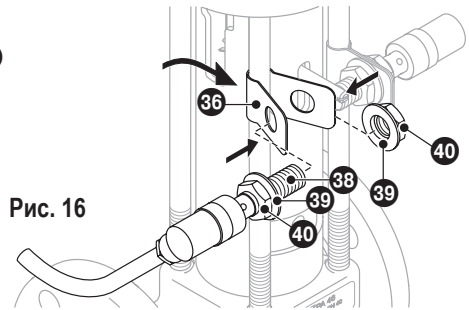
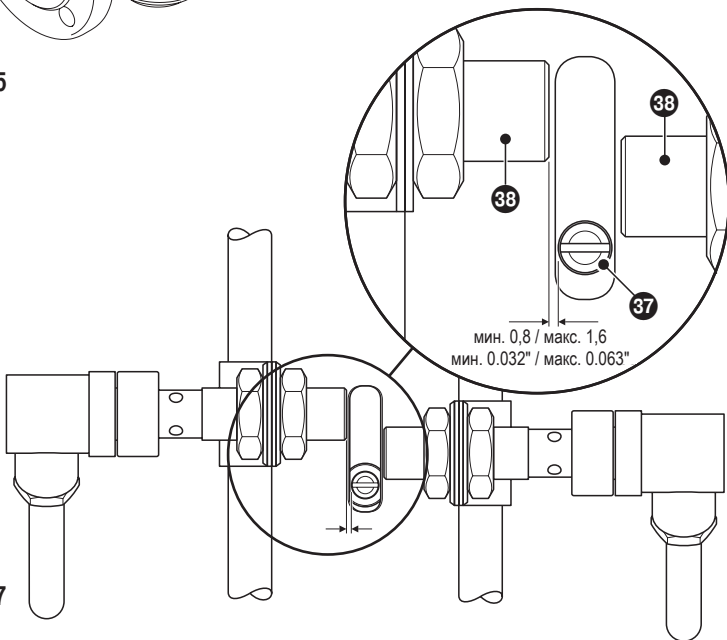

Рис. 16
Рис. 17
13. Вдеть бесконтактный выключатель **38** в монтажный хомут **36**, выставить бесконтактный выключатель как показано на **Рис. 16**, **Рис. 17** и зафиксировать его шестигранными гайками **40** с шайбами **39**. Затянуть шестигранные гайки до указанного в таблице **«Моменты затяжки»** значения.